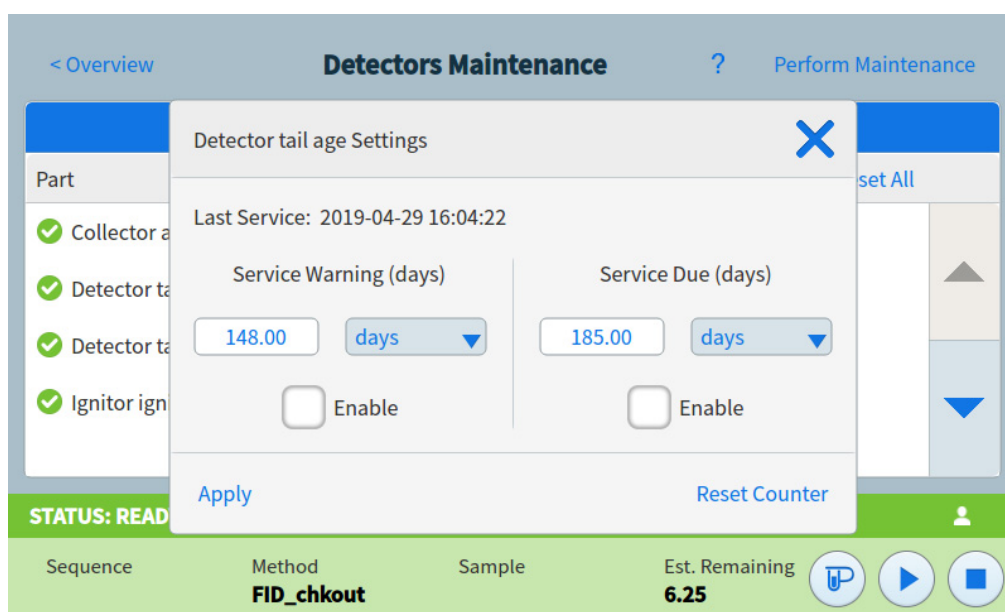

Figura 31 Finestra di dialogo Impostazioni
- 2 Premere l'elenco Component per il contatore che si desidera cambiare. La finestra di dialogo Impostazioni per il componente selezionato appare. Vedere Figura 31.